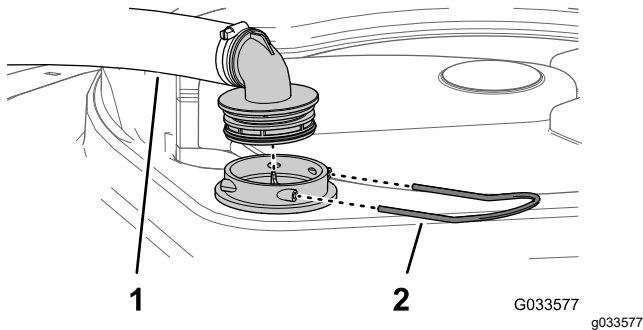

Figura 94
2. La partea de sus a rezervorului de pulverizare, îndepărtați opritorul care fixează racordul de furtun atașat la furtunul mare de la carcasa filtrului (Figura 94).
3. Îndepărtați furtunul și racordul pentru furtun de la carcasa filtrului (Figura 94).